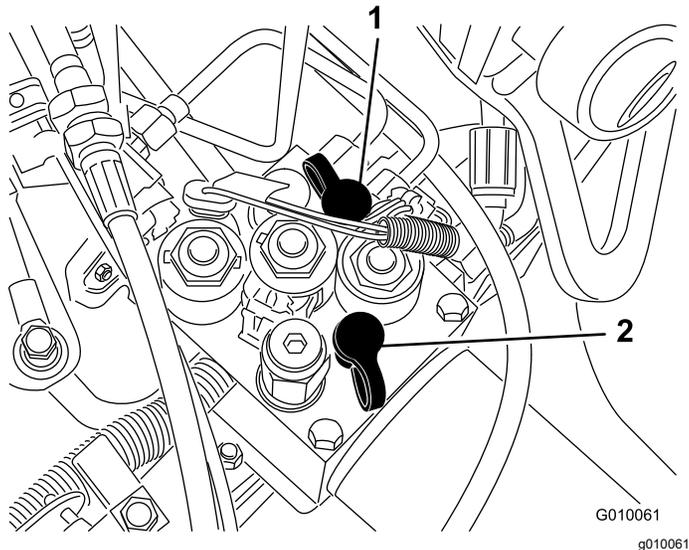

Bild 65
- Mit der Teststelle G 2 (Bild 65) wird der Traktionsladeschaltkreis geprüft.
- Mit der Teststelle G 1 (Bild 65) wird der Hubschaltkreisdruck geprüft.